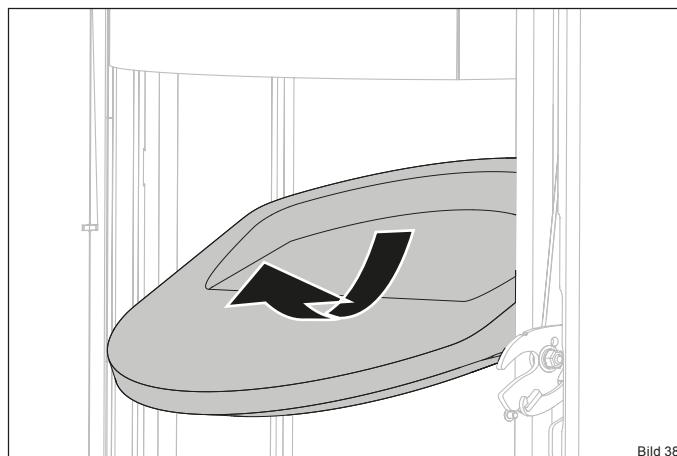

Bild 38
- Nehmen Sie den oberen Thermostein vorsichtig wie abgebildet aus der Halterung (Bild 38).